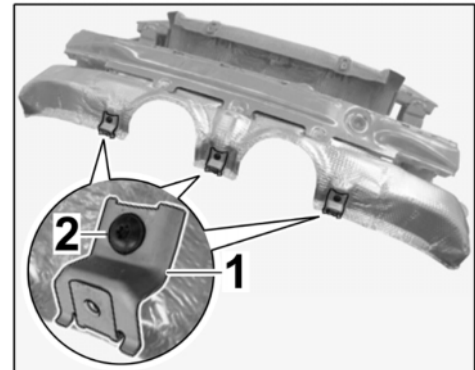

Bild 43
- 8.2.2 Befestigungswinkel $\Rightarrow$ Bild 43
-1- positionieren und Blechschraube $\Rightarrow$ Bild 43 **-2-** festdrehen.